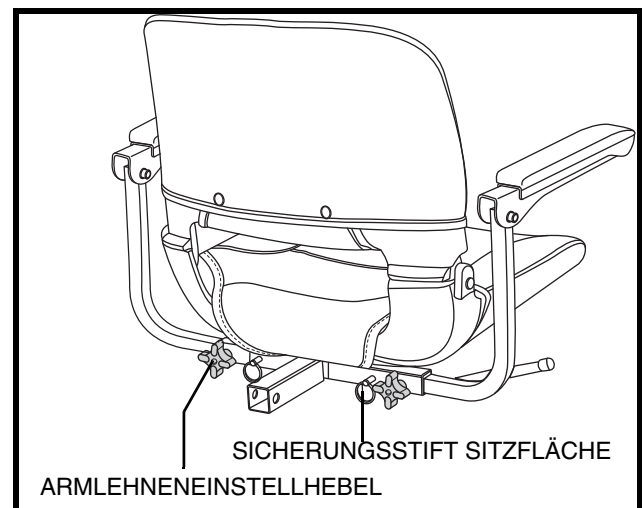

Abb. 20. Einstellung Der Armlehnenweite
1. Lösen Sie die Armlehneinstellhebel. **Siehe Abb. 20.**